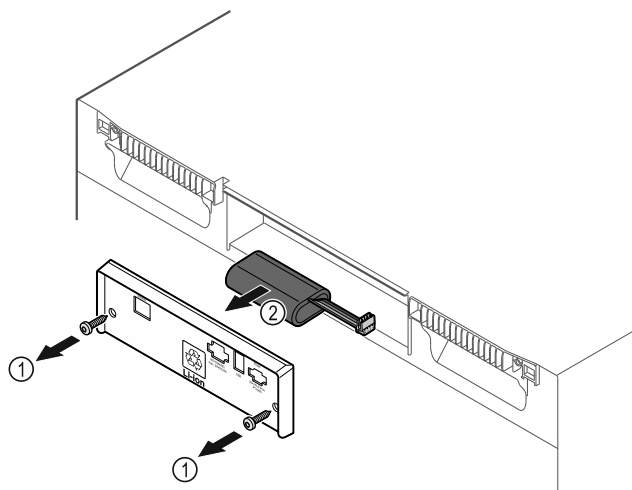

Fig. 186
- ▶ Išsukite varžtus ir nuimkite uždangalą galinėje prietaiso pusėje Fig. 186 (1).
- ▶ Atjunkite bateriją ir ją išimkite Fig. 186 (2).